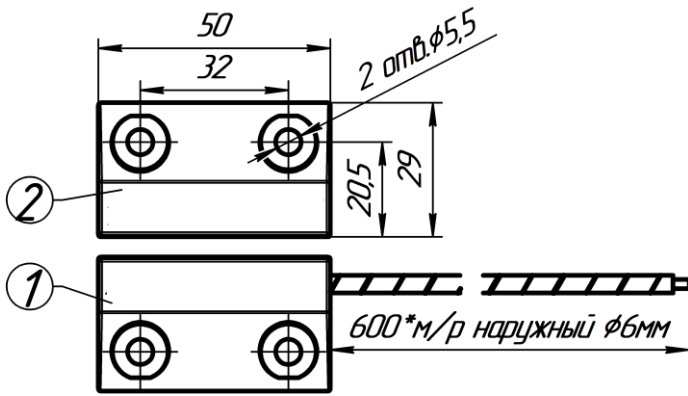

Рис.2 Извещатели модификаций Б2П, Б2П В, Б2М, Б3П, Б3М, «Антисаботаж»
1.13 Расположение и диаметр крепежных отверстий ИО102-50 приведены на рис.1 и рис.2.